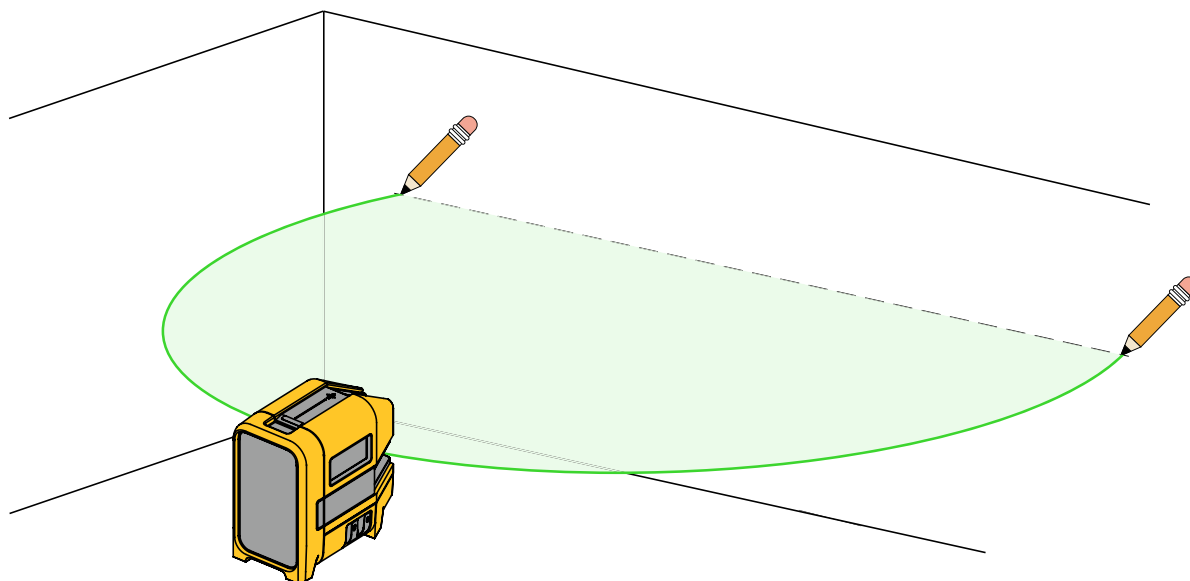

Figure 2. Nouvel alignement horizontal ou diagonal
2. Mettez sous tension le laser horizontal et pointez le laser vers la zone cible. Voir la Figure 2.